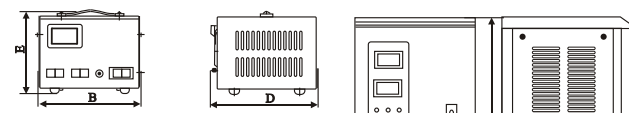
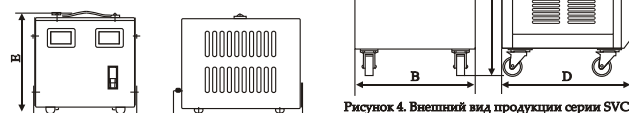
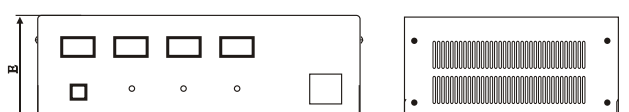
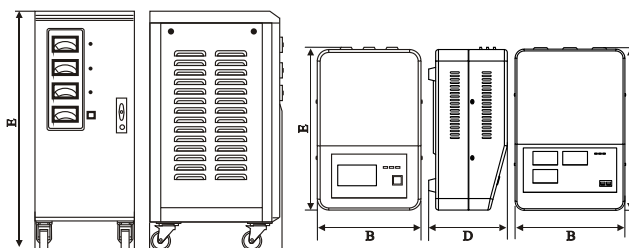

Рисунок 2. Внешний вид продукции серии SVC. (0.5 кВА - 1.5 кВА)
Рисунок 3. Внешний вид продукции серии SVC (2 кВА - 5 кВА, 7.5 кВА, 10 кВА горизонтальный)
Рисунок 5. Внешний вид продукции серии SVC-3. (1.5 кВА - 4.5 кВА)
Рисунок 6. Внешний вид продукции серии SVC-3. (6кВА-100кВА) Рисунок 7. Внешний вид продукции серии SDW (0.5кВА - 15кВА)
3.4 См. граничное измерение и установочные измерения в Рис. 2, Рис. 3, Рис. 4, Рис. 5, Рис. 6, Рис. 7 и Таблице 2.